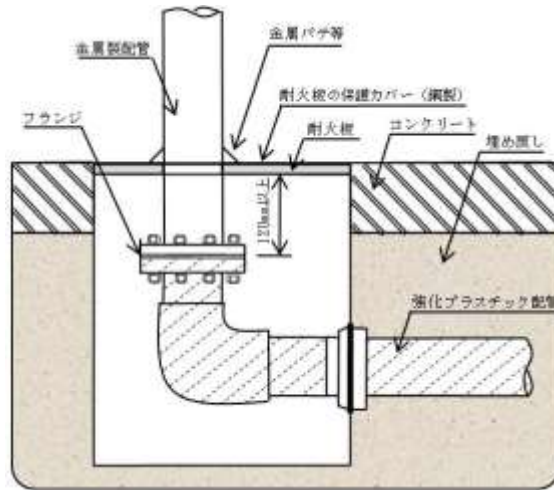

図1 金属製配管と強化プラスチック製配管の接続例
- (1) 強化プラスチック製配管相互の接続は、日本工業規格K7014「繊維強化プラスチック管継手」附属書3「繊維強化プラスチック管継手の接合」に規定する突合せ接合、重ね合せ接合又はフランジ継手による接合とすること。
- (2) 強化プラスチック製配管と金属製配管との接続は、(3)のフランジ継手による接合とすること。
- (3) 突き合せ接合又は重ね合せ接合は、政令第9条第1項第21号ホ及び規則第20条第3項第2号に規定する「溶接その他危険物の漏えいするおそれがないと認められる方法により接合されたもの」に該当するものであること。一方、フランジ継手による接合は、当該事項に該当しないものであり、接合部分からの危険物の漏えいを点検するため、地下ピット内に設置する必要があること。
- (4) 地上に露出した金属製配管と地下の強化プラスチック製配管を接続する場合には、次のいずれかの方法によること。
- イ 金属配管について、耐火板により地上部と区画した地下ピット内において耐火板から120mm以上離れた位置で強化プラスチック製配管に接続すること。（図1参照）。